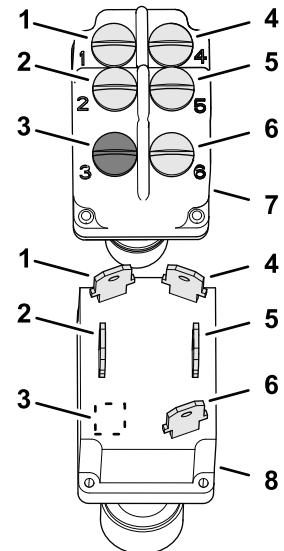
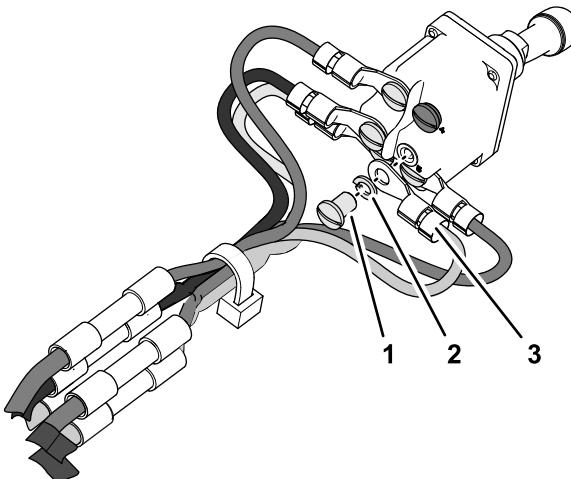

Figura 5
Figura 6
2. Com as ranhuras de chaveta alinhadas, identifique os pontos de contacto dos interruptores da PTO novo e antigo (Figura 5).
3. Remova o parafuso e a anilha de bloqueio do circuito B do interruptores da PTO novo (Figura 5).
4. Consultando a tabela de identificação de circuitos em Remover o interruptor da PTO \(página 3\), monte os terminais de anel do adaptador da cablagem para os circuitos B do contacto do interruptor (identificado com fita) no interruptor da PTO novo com o parafuso e a anilha de bloqueio (Figura 6).
5. Remova o parafuso e a anilha de bloqueio do circuito C do interruptores da PTO novo (Figura 5).
6. Consultando a tabela de identificação de circuitos em Remover o conector 5 tomadas (página 2), monte os terminais de anel do adaptador da cablagem para os circuitos C do contacto do interruptor (identificado com fita) no interruptor da PTO novo com o parafuso e a anilha de bloqueio (Figura 6).
7. Consultando a tabela de identificação de circuitos, monte os terminais de anel dos circuitos de contacto A, D e, se aplicável, E no interruptor da PTO novo com os parafusos e anilhas de bloqueio da máquina (Figura 5 e Figura 6).